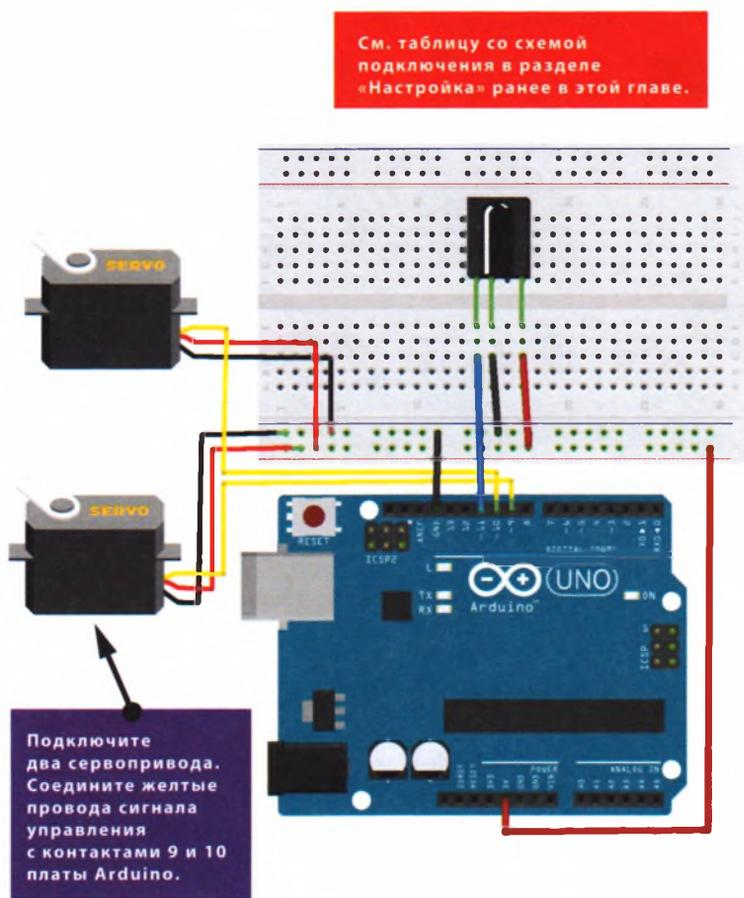

РИСУНОК 11.3
3. Убедитесь, что ваша цепь соответствует схеме на рис. 11.3, а затем загрузите в память Arduino код скетча, приведенный в разделе «Скетч» далее в этом проекте.